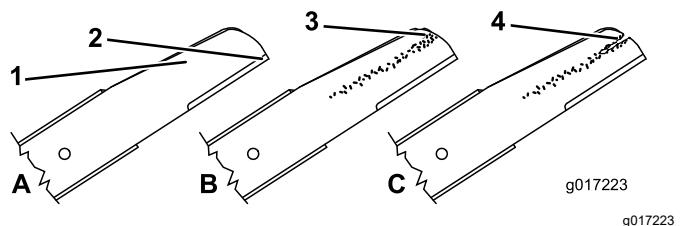

Figura 27
1. Inspeccione los filos de corte (Figura 27). Si los filos de corte no están afilados o tienen
2. Inspeccione las cuchillas, especialmente la parte curva (Figura 27). Si observa cualquier daño o desgaste, o la formación de una ranura en esta zona, cambie la cuchilla inmediatamente por una cuchilla nueva.